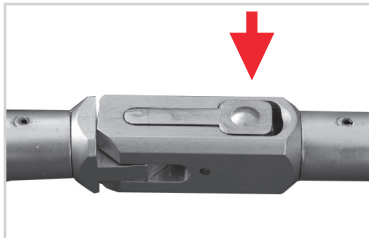

Bild 5 Zum Entriegeln drücken
2. Ergreifen Sie die rechte und linke Sektion zugleich und drücken Sie die zentrale Entriegelung des Schlosses (Bild 5). Entfernen Sie beide Sektionen bis zur vollständigen Öffnung voneinander.